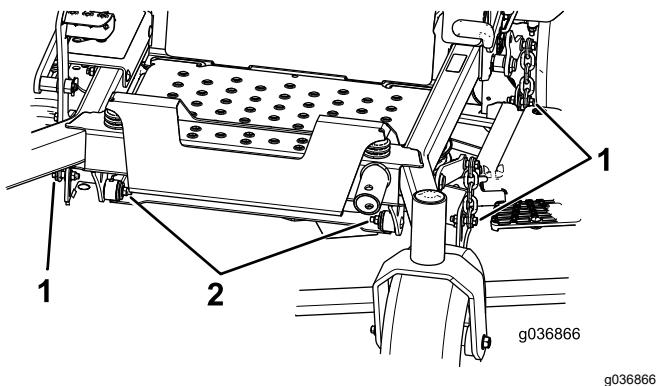

Рисунок 84
- Отверните болты и гайки с обеих сторон машины и сохраните их (Рисунок 84).